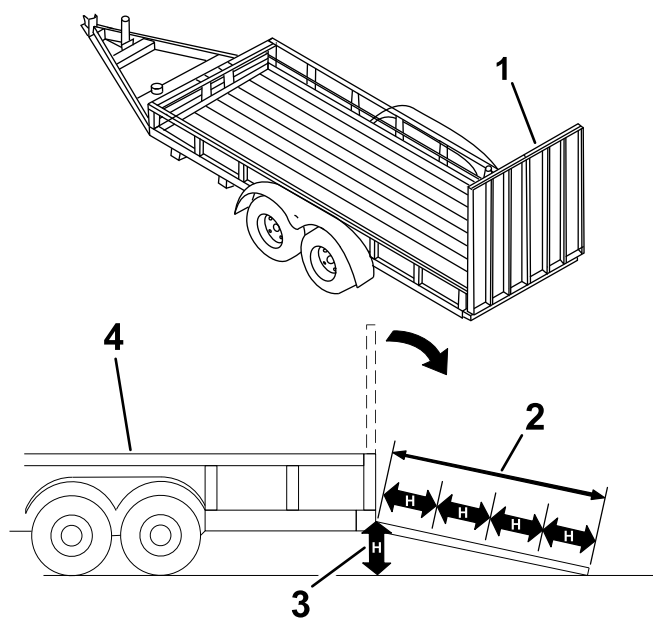

Figure 29
Le chargement de la machine sur une remorque ou un camion augmente le risque de basculement et donc de blessures graves ou mortelles (**Figure 29**).
3. Abaissez la rampe (**Figure 29**).